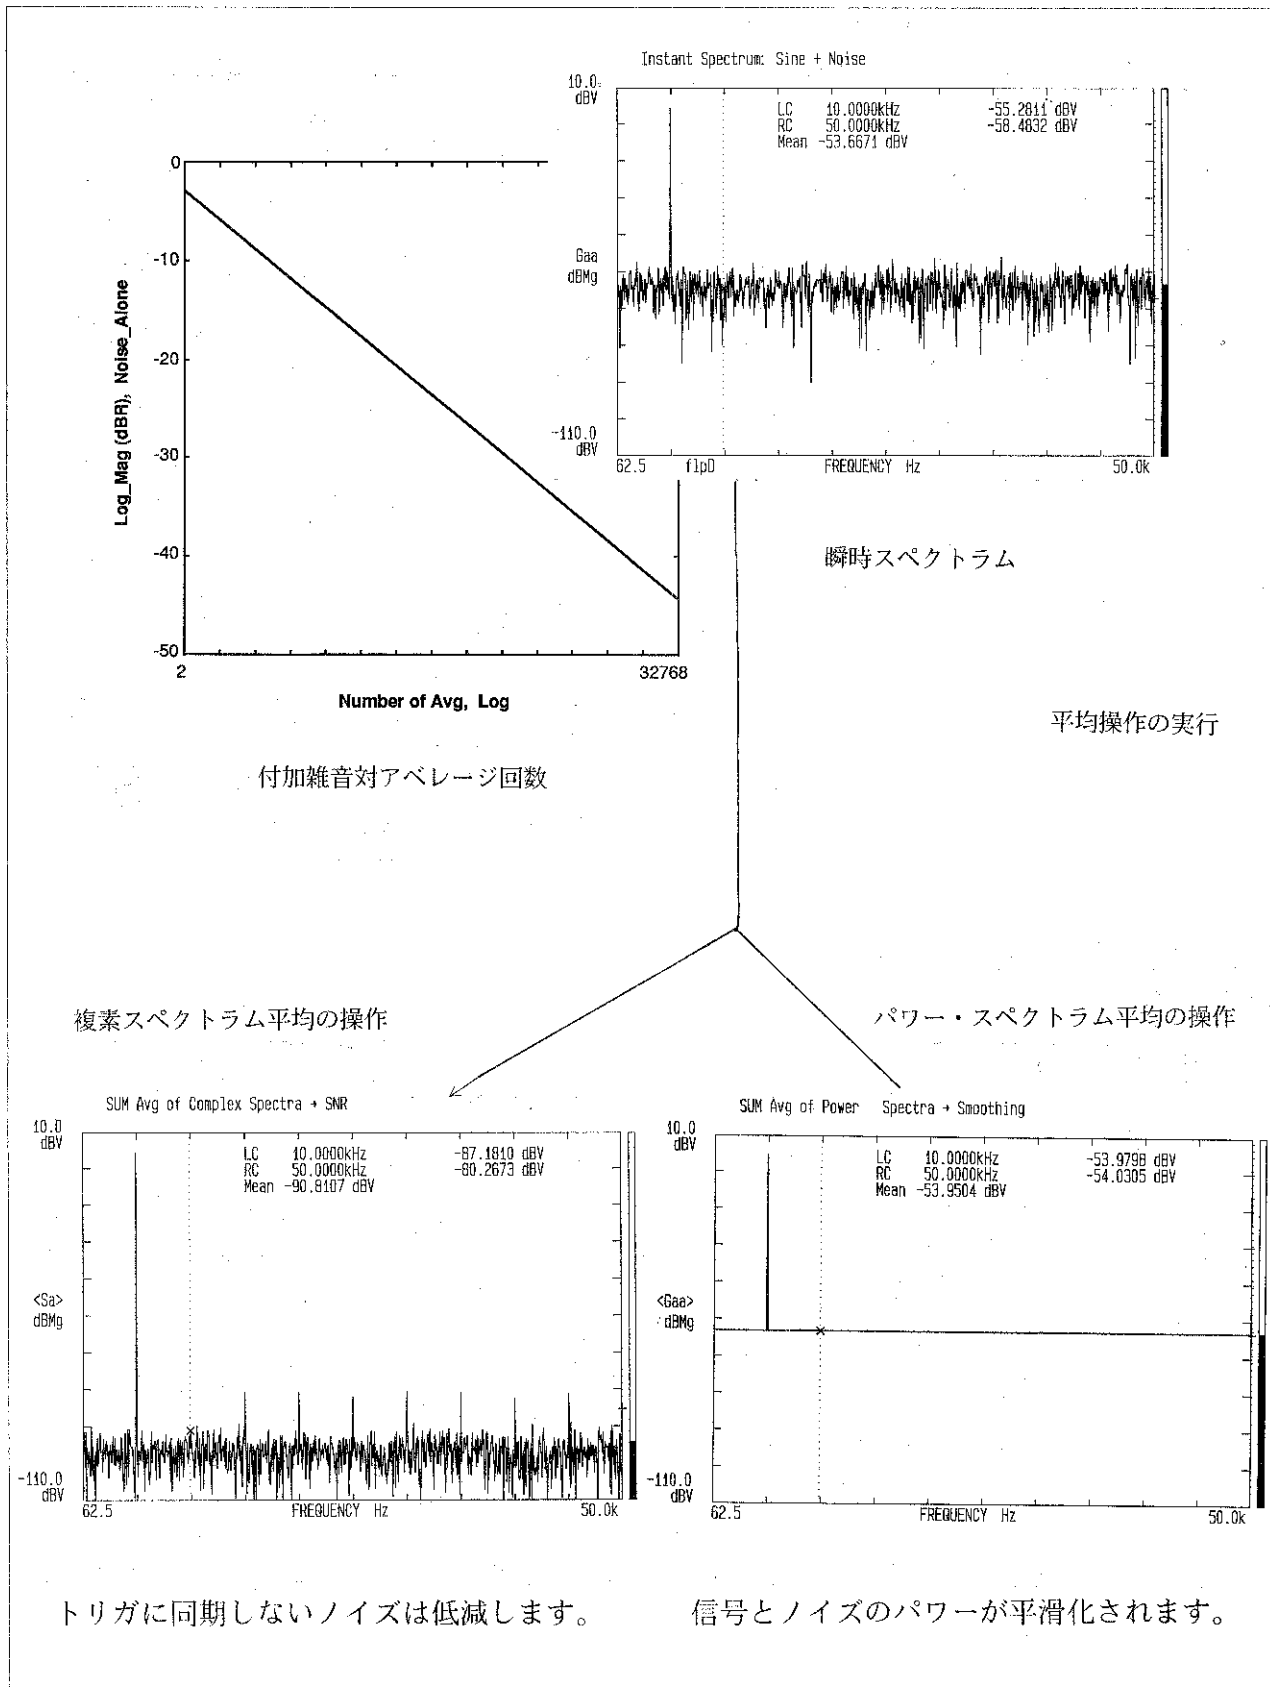

図2-5 パワー・スペクトラム平均と複数スペクトラム平均の効果
2. 平均スペクトラム・データによって、アプリケーションの違いがあります。（図2-5 を参照して下さい。）